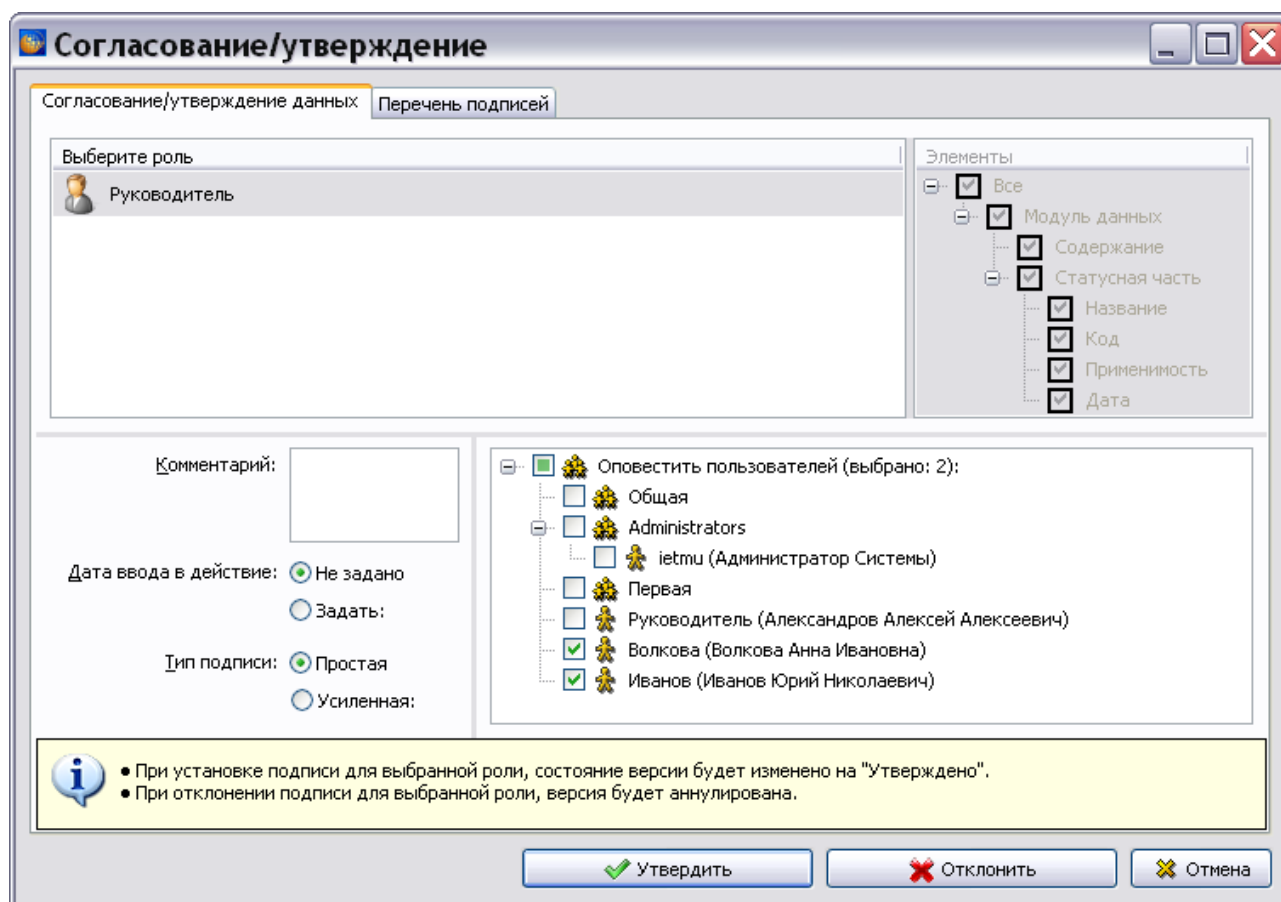

Рис. 19.35
2. В окне **Согласование/Утверждение** выберите пользователей, которых надо оповестить о создании электронной цифровой подписи (ЭЦП) (Рис. 19.35).